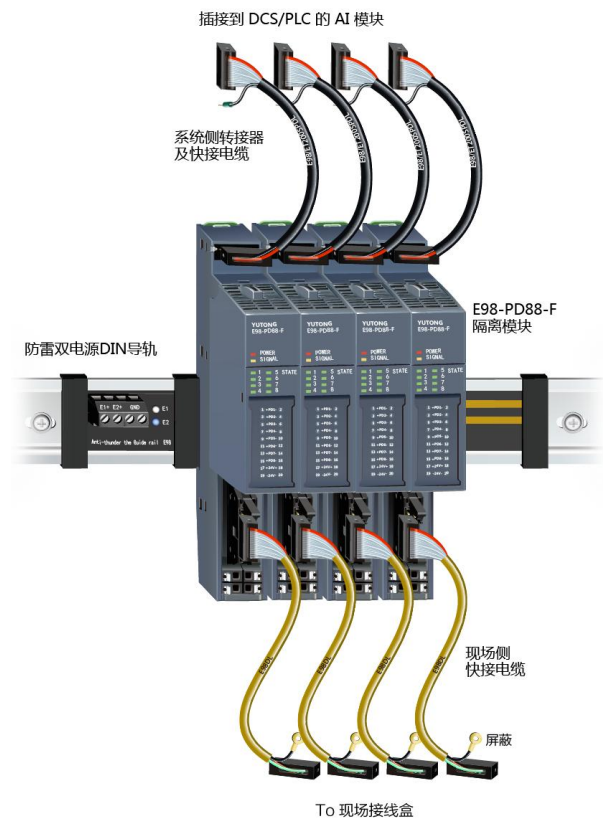
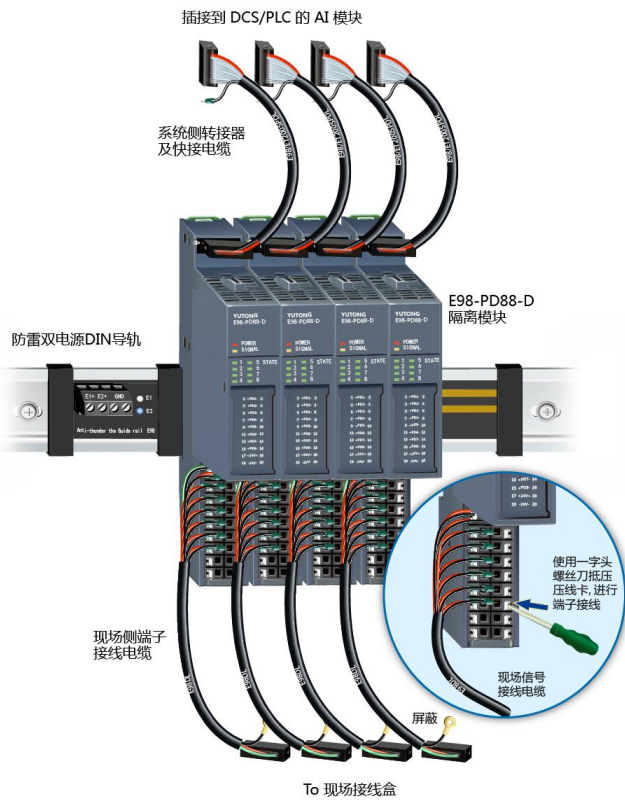

图 2 E98-PD88-F 快接式隔离模块安装和连接示例图
图3 E98-PD88-D 端子式隔离模块安装和连接示例图
- E98-PD88-F 快接式隔离模块的安装和连接示例参见图 2; E98-PD88-D 端子式隔离模块的安装和连接示例参见图 3。
• 使用合适的一字头螺丝刀(刀口宽度≤2mm)，抵压端子上的压线卡，同时将电缆线芯插入端子孔内，然后松开抵压在压线卡上的螺丝刀。这样端子内的金属弹簧片即可压紧接线电缆(见图 3)。